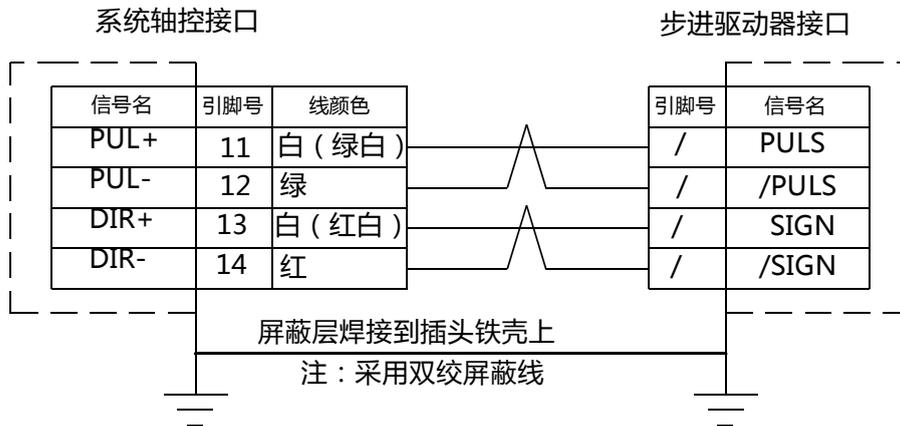

图 3-1 系统与步进驱动器接线图
3.1.1 步进驱动器接线图 系统轴控采用差分信号，请使用双绞线进行连接。一个轴有多个驱动器时，同时并联至一个轴控端口上，X、Y、Z、A 轴均相同，与步进驱动器接线如图 3-1。